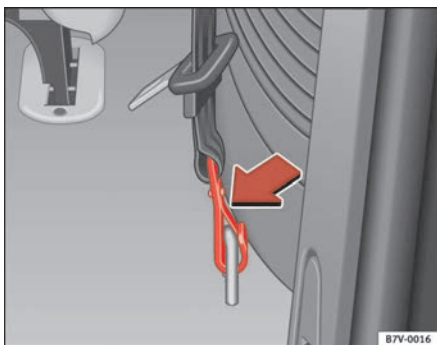

Abb. 18 Halteöse mit Karabinerhaken des ausklinkbaren Sicherheitsgurtes
- Drücken Sie die Karabinersicherung ⇒ Abb. 18 in Pfeilrichtung und hängen Sie den Haken nach unten aus.